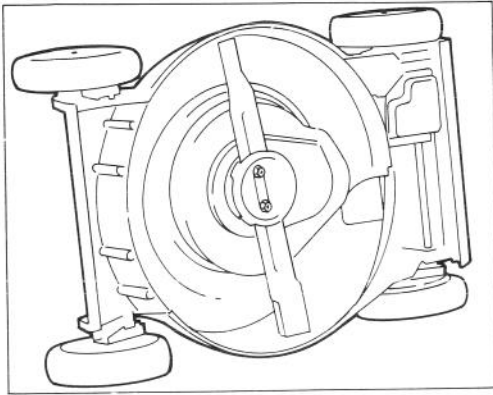

Bild 23
3. Mäher auf die rechte Seite kippen (Bild 23). Drehen des Mähmessers vermeiden, da sich sonst Startprobleme ergeben könnten.